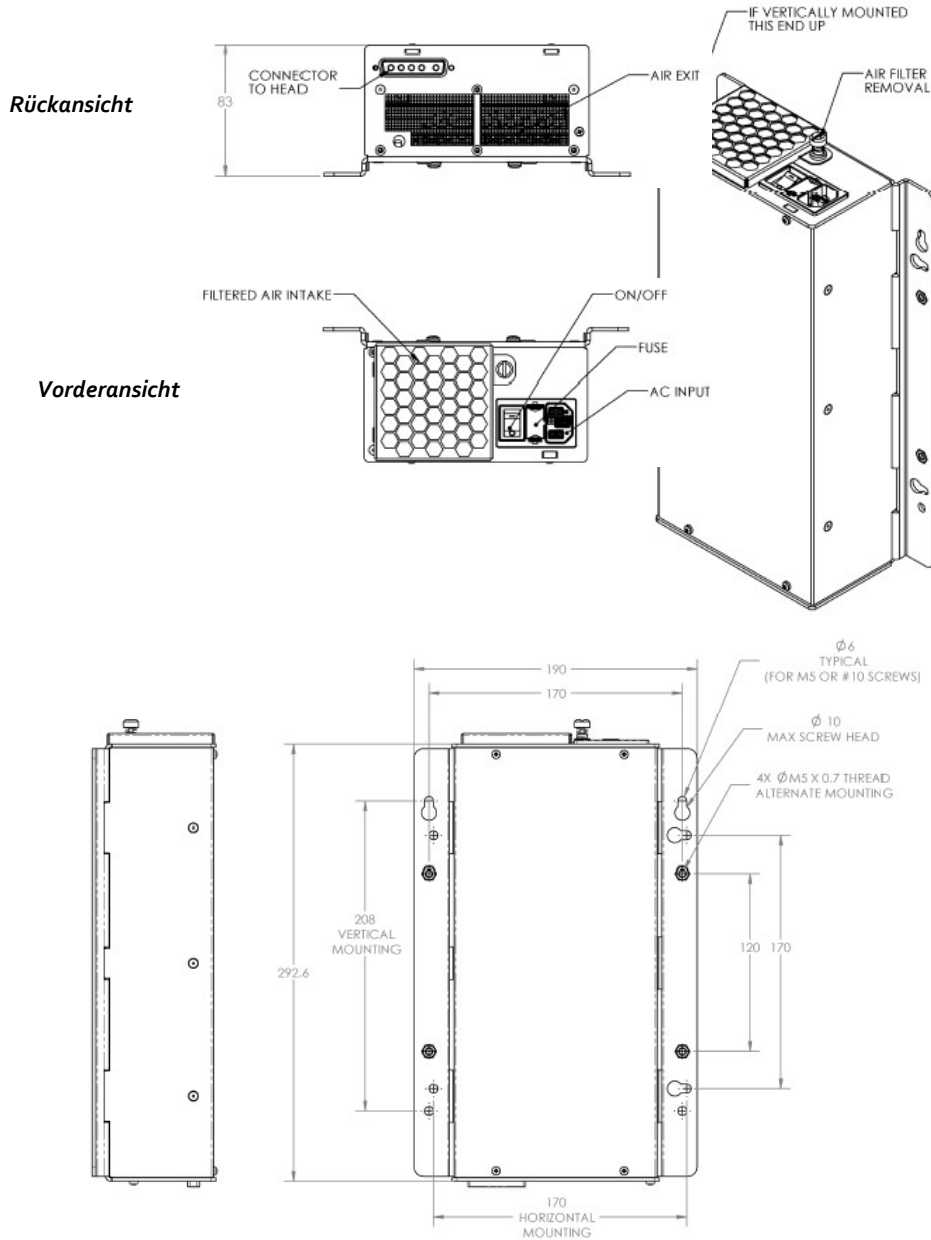

Abbildung 1 SC0650-Gerät
1. Vergewissern Sie sich, dass sich der Schalter an der Rückseite der Systemsteuereinheit in der „OFF“-Stellung befindet (siehe Abbildung 1).
Gehen Sie bei der Montage wie folgt vor (siehe Abbildung 1):
4. Wählen Sie das geeignete Befestigungswerkzeug aus und entnehmen Sie die geeignete Befestigungsöffnung aus Abbildung 1.
- Vergewissern Sie sich, dass die Montagefläche über Öffnungen verfügt, die mit einem Abstand wie in Abbildung 1 gezeigt angeordnet sind und durch die M5 x0,7-Schrauben eingeführt (bevorzugte Option) oder über die Rückseite der Montagefläche eingefügt und festgeschraubt werden können.